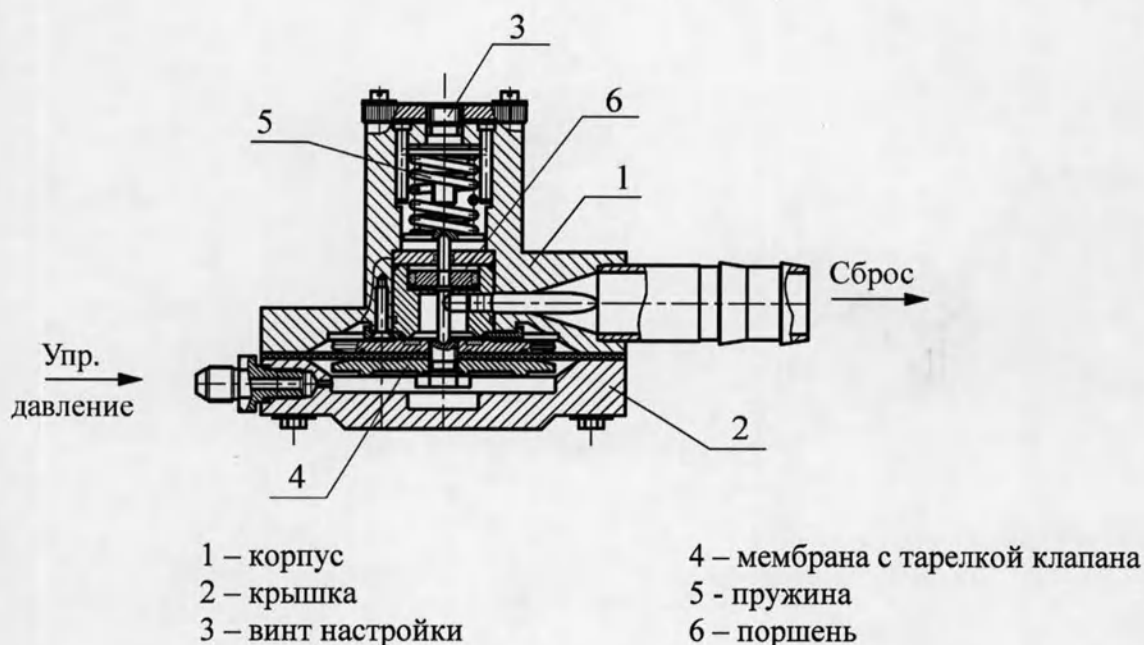

Рис.13
5.9. Регулятор давления (13 на рис.5) Рис.13 предназначен для поддержания заданного давления кислорода в барокамере и осуществления экстренной декомпрессии по сигналу от датчика.